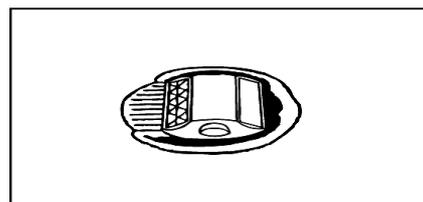

Рис. 4
5. Толщина подушки клея должна быть в пределах от 4,8 до 6,35 мм (рис. 4).
6. Нижняя плоскость катафота должна полностью прилегать к клеевой подушке, при этом выдавленные «буртики» клея должны выступить из-под катафота по всему периметру. Проверьте, хорошо ли нижняя плоскость катафота лежит на подушке клея и виден ли клей по краям катафота, в том числе и в углах (рис. 4). Не допускайте попадания клея на световозвращающую поверхность катафота!